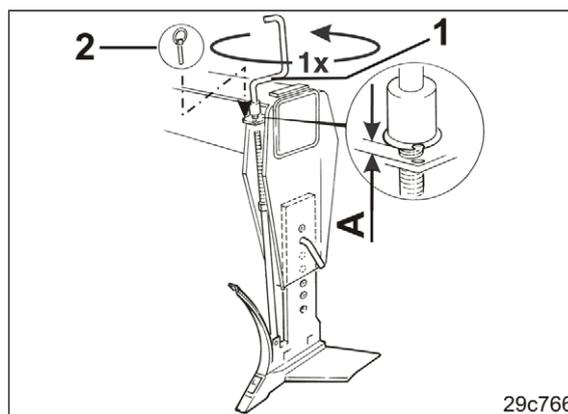

Fig. 24
7. Faire tourner une fois la manivelle (Fig. 24/1) dans le sens contraire des aiguilles d'une montre.
8. Avec un axe d'essieu (Fig. 24/2), empêcher la manivelle de tourner.